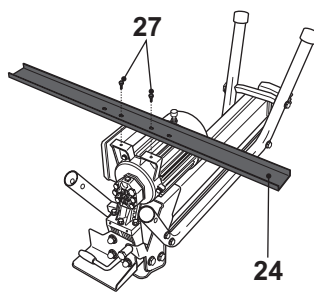

Fig. 1b
- > Alignez la barre de soutien [24] avec les trous de montage situés sur le moteur, et fixez-la avec les boulons [27] (Fig. 1b).